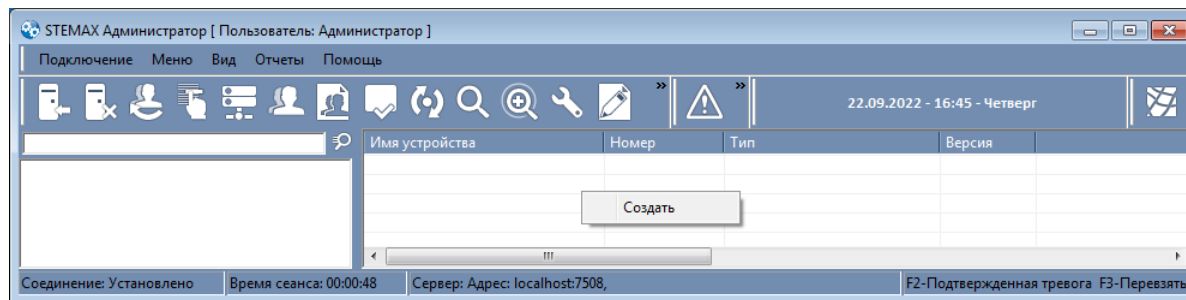

Рисунок 14.2 — Создание карточки объектового устройства
- Щелкните правой кнопкой мыши в поле объектовых устройств (правой части окна программы) и нажмите появившуюся кнопку *Создать* (см. рисунок 14.2).